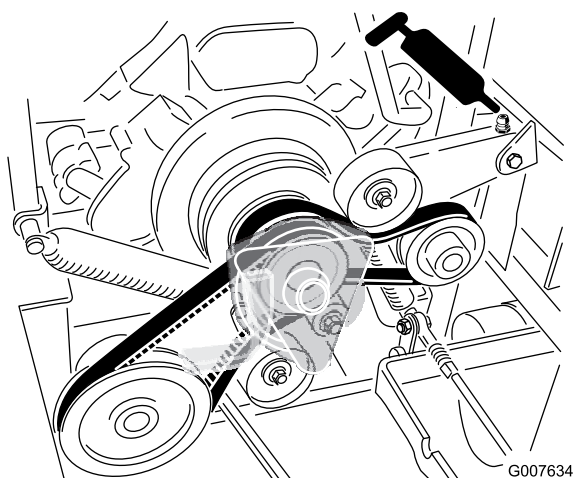

Figura 33
5. Engrase el brazo tensor de la correa de la bomba (Figura 33).